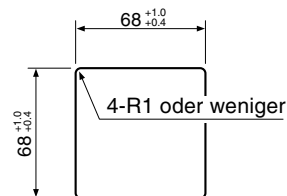

Abb. 2
1. Eine Öffnung in den angegebenen Abmessungen ausschneiden (Abb. 2).